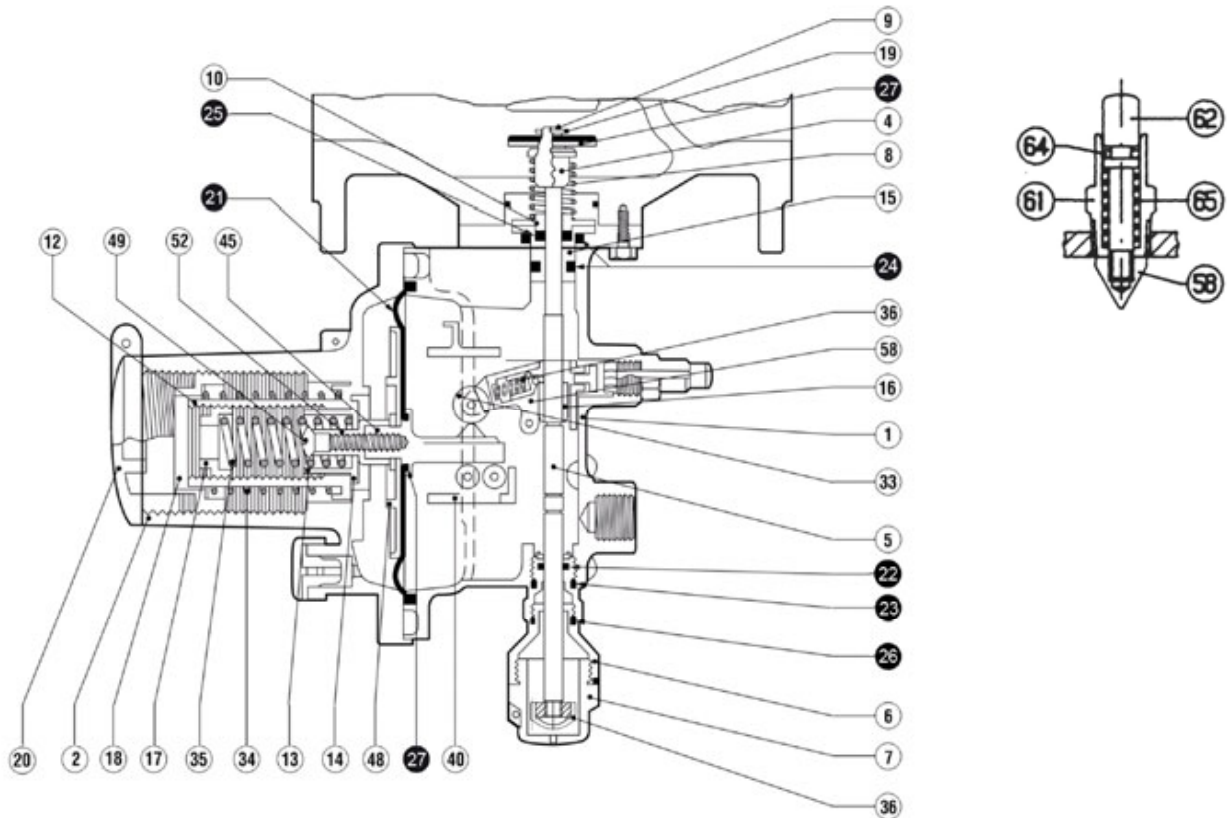

fig. 27
7.5 VALVOLA DI BLOCCO LA/..(fig. 27)